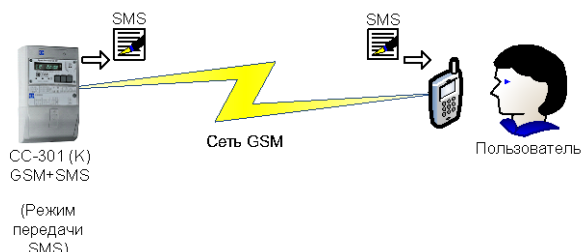

Рисунок 7. Передача показаний счетчика в SMS-сообщениях по заданию пользователя
1.6 Счетчик автоматически по расписанию передает свои показания в SMS-сообщениях на телефон пользователя (Рисунок 7). В этом варианте основной последовательный интерфейс свободен, а модуль расширения «Модем GSM» внутри счетчика работает в режиме передачи SMS. Максимально допустимое расстояние до прибора ограничено только наличием доступа к сети оператора связи GSM. Необходимые показания счетчика (см. Таблицу 1), расписание передачи и телефоны получателей SMS-сообщений программируются пользователем заранее. Примеры получаемых пользователем SMS-сообщений приведены в Приложении 1.